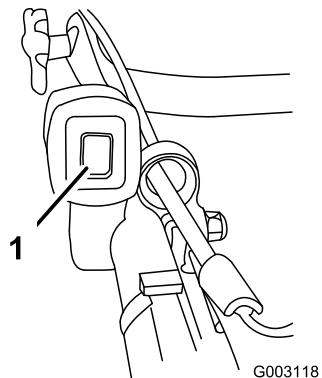

Figure 14
- Poussez le commutateur d'allumage en position contact établi (I) (Figure 14).